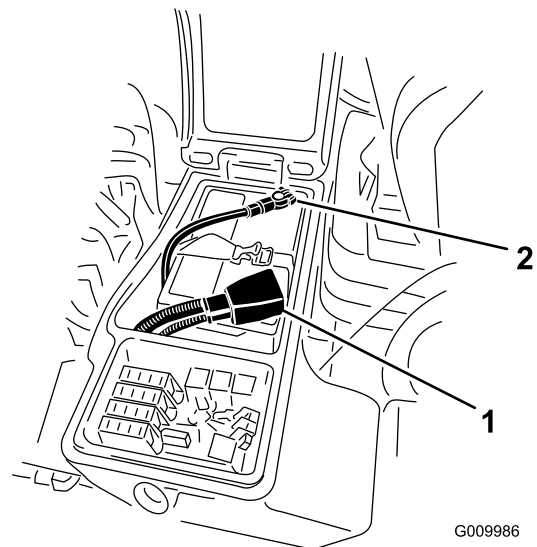

Figure 93
3. Débranchez le câble négatif (noir) de la borne négative (-), puis le câble positif (rouge) de la borne positive (+) de la batterie (Figure 93).
- Raccordez le câble positif (rouge) de la batterie à la borne positive (+) et le câble négatif (noir) à la borne négative (-) (Figure 93).